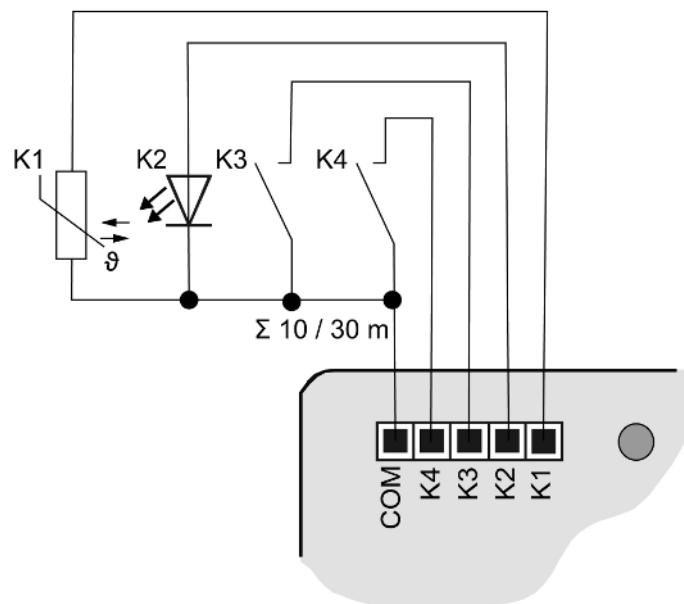
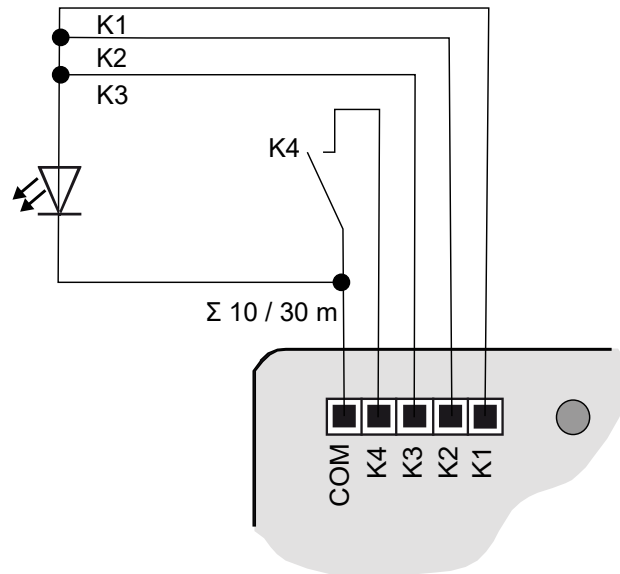

Bild 7: Anslutningsexempel
Bild 8: Anslutningsexempel med parallellkopplade utgångar
- Tillval (endast variant "Comfort") (se kapitel "Tillbehör" ▶ Sidan 26): Anslut återfjädrande knappar, omkopplare, kontakter, lysdioder eller NTC enligt anslutningsexemplen med de medföljande anslutningskablarna. I anslutningsexemplen (och (se bild 8)) visas användningen med utgångar och sensorer.
- Anslut återfjädrande knappar, omkopplare, kontakter, lysdioder eller NTC enligt anslutningsexemplen med de bifogade anslutningskablarna ((se bild 7) och (se bild 8)). I anslutningsexemplen visas användningen med utgångar och sensorer.
Parallellkoppling av utgångar är möjlig, för förbrukare med högre elbehov. I exemplet (se bild 8) K1-K3 är de parallellkopplade.